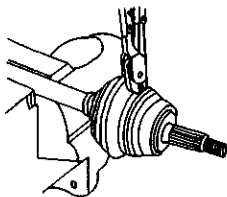

图 3-166 夹紧防尘罩夹箍
7) 用夹箍夹住防尘罩, 如图 3-166 所示。所用新式钳子型号为 V. A. G1275。